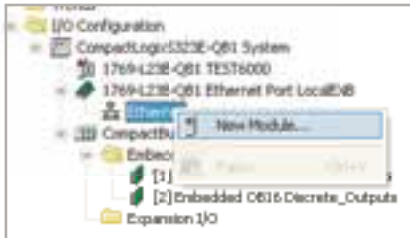

Figure 4.3.21l Clic droit sur le symbole EtherNet
1. Dans l'arborescence de la fenêtre RSLogix 5000, cliquez à droite sur le symbole EtherNet et sélectionnez "Nouveau module..." dans le menu (figure 4.3.21l).